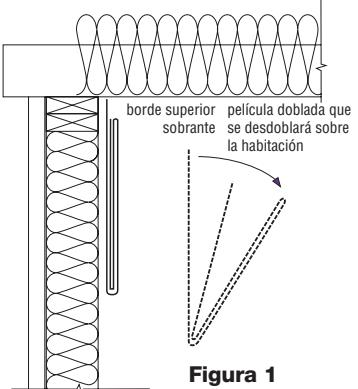

Figura 1
- Una vez que haya engrapado la esquina opuesta, deje que la hoja doblada se desdobla hacia el piso (Figura 1).
- Tire de la hoja hacia abajo y engrape a la placa inferior del umbral. Luego engrape a intervalos de 12"-24" a lo largo de cada soporte. Debe tratar de eliminar todas las arrugas a lo largo de la superficie del soporte para facilitar la instalación posterior del muro de acabado. (vea Figura 1.)